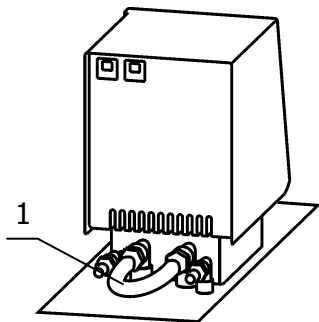

Рисунок 5 — Установка перемычки
2.2.7 Для работы термостата без внешнего потребителя шлангом–перемычкой 1 (рисунок 5) из комплекта поставки термостата соединить входной и выходной штуцеры насоса блока регулирования. Закрепить перемычку на штуцерах, используя хомуты из комплекта поставки термостата.